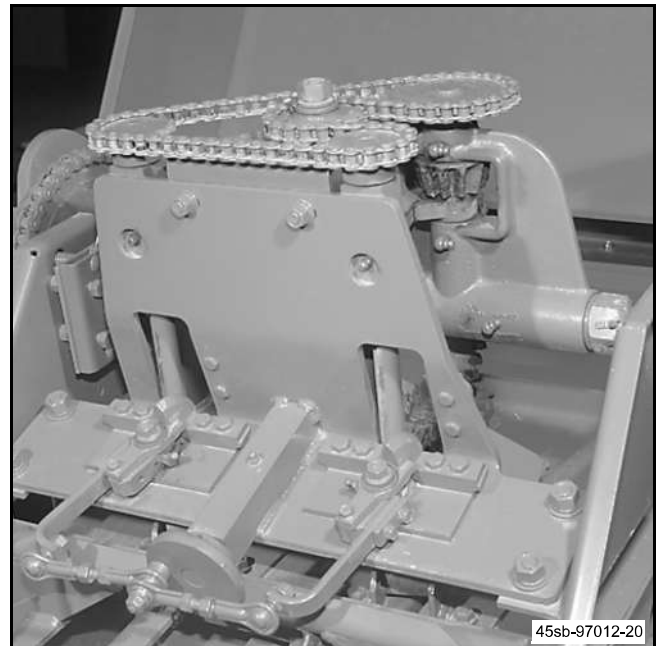

Figure 65
**Figure 65:** La presse à balles à ficelage de fil possède un torsadeur de ficelage de fil de série. La prudence est de rigueur lors de la vérification et des réglages. Lire le chapitre Dépistage des pannes et la description suivante des méthodes de réglage du mécanisme de ficelage avant le réglage du mécanisme de ficelage de fil.